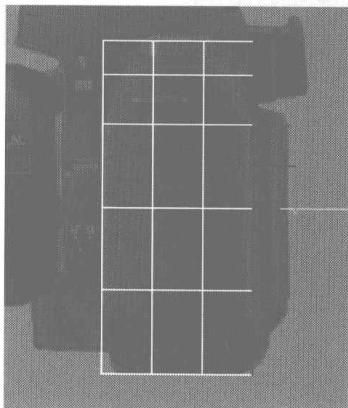

图 6.6
- 04** 单击 按钮，切换为面编辑，在 Right 视图中选择 Box 背部如图 6.6 所示的面，单击右键，在弹出的快捷菜单中选择 Hide Selected 命令，将其隐藏，以方便以后的操作。